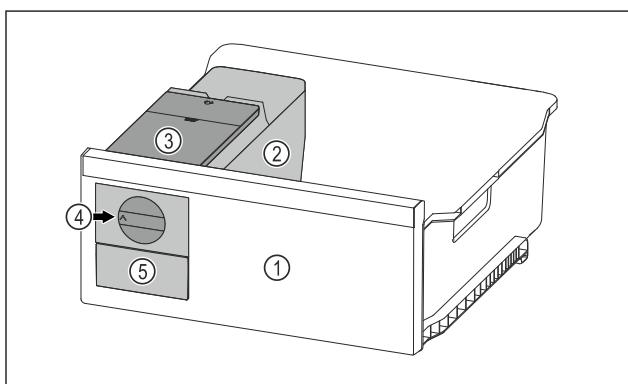

Fig. 70 例图
- ▶ 将旋钮 Fig. 70 (4) 顺时针转动到底。
- ▶ 冰块从方块冰盘落入冰块抽屉 Fig. 70 (5) 中。